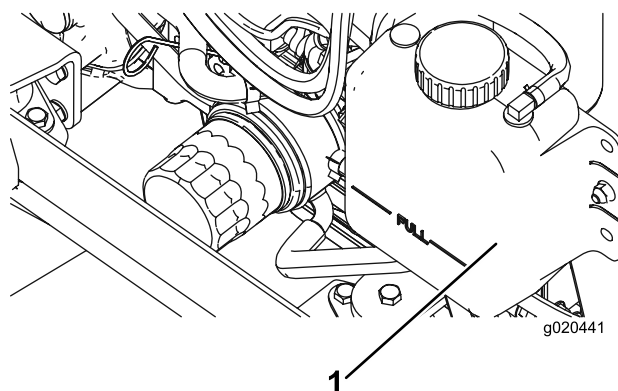

Рисунок 108
2. Осторожно снимите крышку радиатора и крышку расширительного бачка (Рисунок 108).